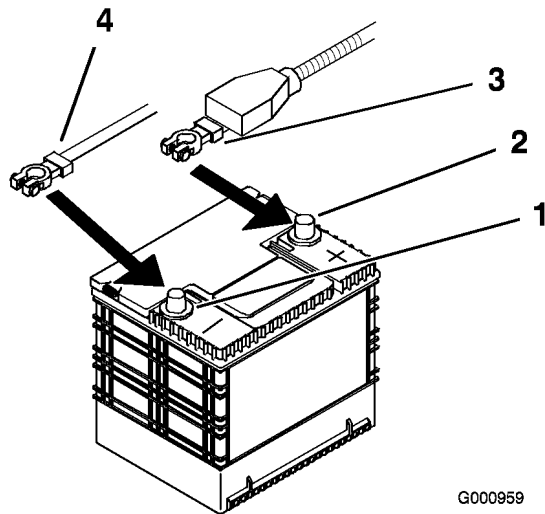

Bild 44
4. Klemmen Sie zunächst das Minuskabel und den Erdungsdraht vom Minuspol (-) der Batterie ab (Bild 44).
5. Ziehen Sie die rote Polkappe vom (roten) Pluspol der Batterie ab. Ziehen Sie dann das positive (rote) Batteriekabel ab (Bild 44).
4. Befestigen Sie die Kabel mit 2 Schrauben (1/4 x 3/4 Zoll), 2 Scheiben (1/4 Zoll) und 2 Sicherungsmuttern (1/4 Zoll) (Bild 44).